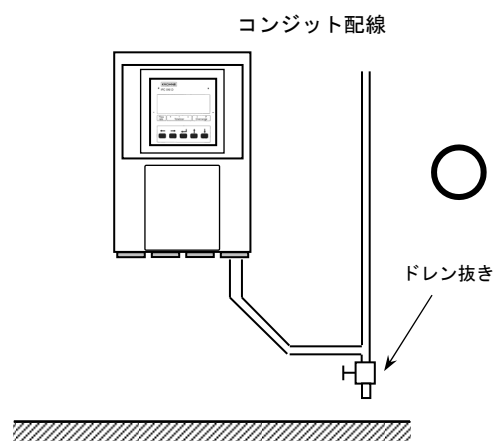

図 2.2a
- 5) コンジット配線を行う場合には、図 2.2a に示すように配線接続口から下向きの傾斜を設けて、配線接続口にコンジットを通して水が流れ込まないようにしてください。